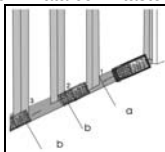

Fig. 13: Misura di distanza con quote
6. Spostare lentamente lo strumento lungo la linea radiale osservando il valore misurato (vedere Fig. 13). Lo strumento mostra le frecce ◀ o ▶ ad indicare la direzione in cui procedere ed inizia a suonare ad una distanza di 0.1m dalle soglie (a) e (b) prefissate emettendo un suono continuo a soglia raggiunta. La misura ha una durata di circa 1 minuto e può essere terminata con il tasto  o